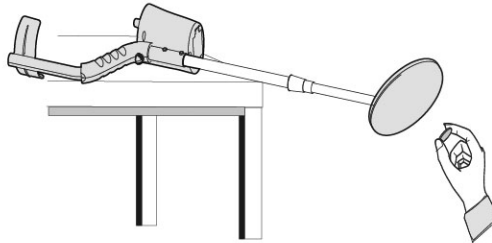

Figure 9
- Placez le détecteur sur une table en bois ou en plastique. Laissez le disque de détection dépasser le bord de la table de près de plus de 15 cm (5 pouces). (Figure 9)